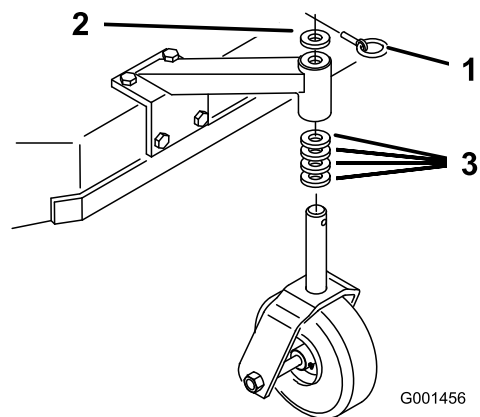

Bild 17
- Stellen Sie die Distanzstücke des Laufrads mit der Schnitthöhentabelle entsprechend dem ausgewählten Achsenloch ein (Bild 17).
- Entfernen Sie den Sperrstift, schieben Sie das Laufrad von der Stütze und ändern Sie die Distanzstücke (Bild 17).
3. Montieren Sie das Laufrad in der Stütze und setzen Sie den Sperrstift ein (Bild 17).